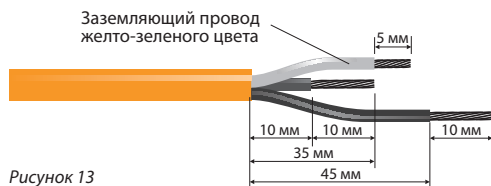

Рисунок 13
5.2. Разделку установочного провода НУ 3x1,0 выполнять согласно рис. 13.